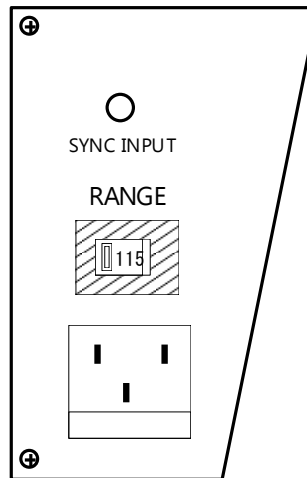

図2-1 電圧選択スイッチの設定
2.2.2 図2-1のリアパネルの図を参照して、正しい電圧へスイッチを切り替えます。